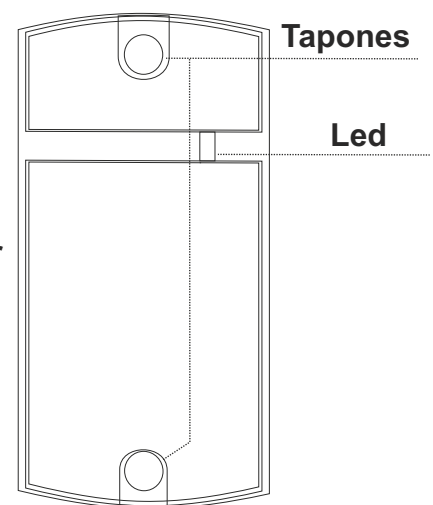

Figura 3
- cierre los orificios del lector con los tapones suministrados a tal efecto (figura 3).